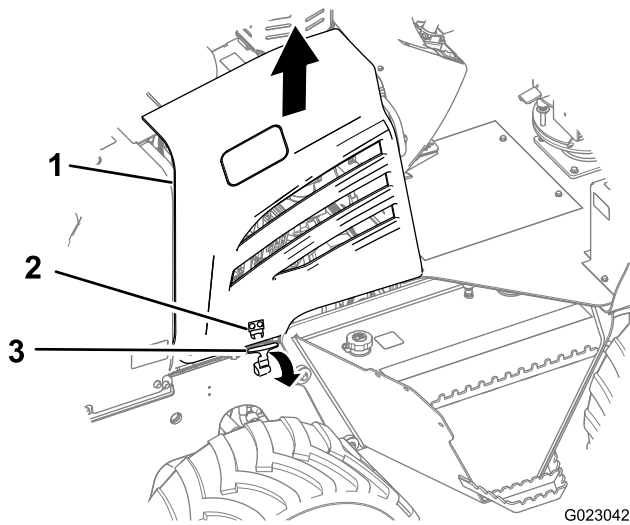

Bild 37
2. Ziehen Sie den Handgriff des Plattenriegels nach oben und lösen Sie den Riegel aus der Ankerhalterung (Bild 37).
3. Heben Sie die Seitenplatte gerade hoch und nehmen Sie sie von der Maschine ab (Bild 37).
4. Ziehen Sie den Handgriff des Plattenriegels nach außen und drehen ihn nach oben, bis er mit der Ankerhalterung ausgefluchtet ist (Bild 37).